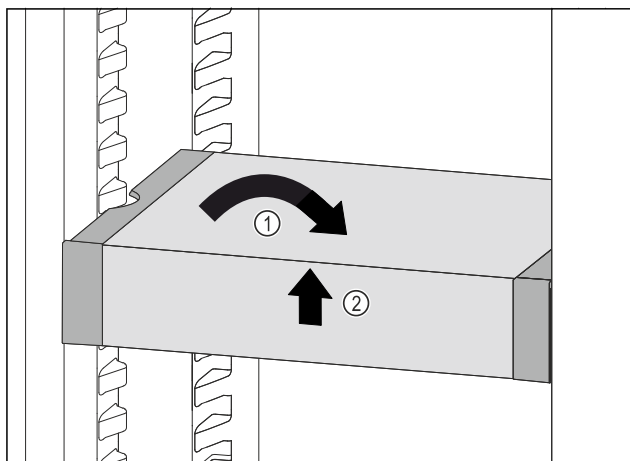

Fig. 55
- ▶ VarioSafe postavte rovno. Fig. 55 (1)
- ▶ VarioSafe nadvihnite vpredu. Fig. 55 (2)